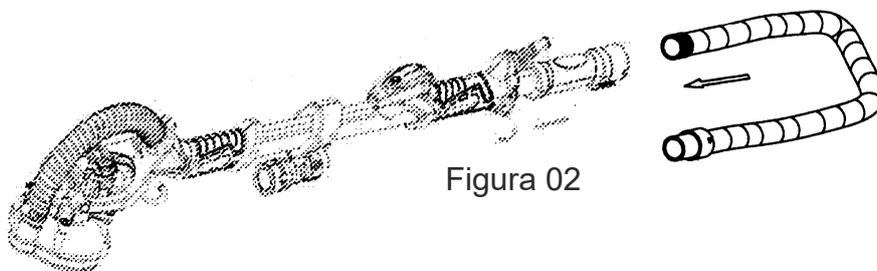

Figura 02
- Conecte a mangueira no curso final do extensor (figura 02).